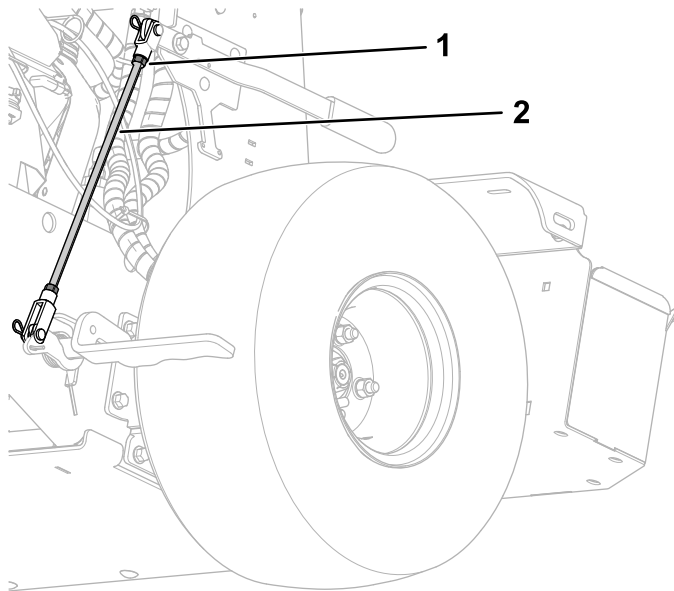

Figura 89
4. Afloje las 2 contratuercas del acoplamiento del freno situado en el lado izquierdo trasero de la máquina (Figura 89).
5. Para aumentar la resistencia del freno, gire el acoplamiento 1 o 2 vueltas en sentido antihorario (Figura 89).
7. Apriete las 2 contratuercas (Figura 89).